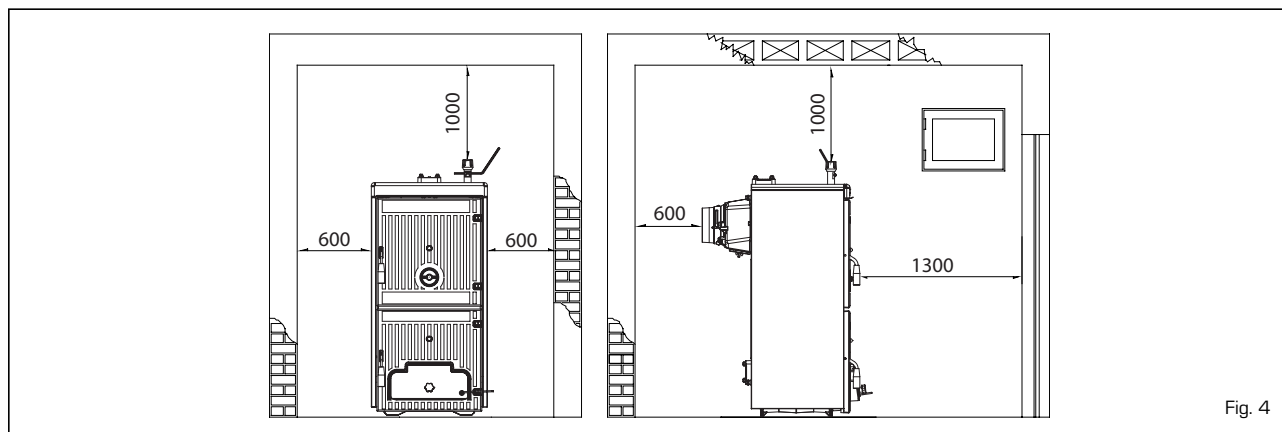

Fig. 4
4.1.1 Emplacement en centrale thermique (fig. 4)